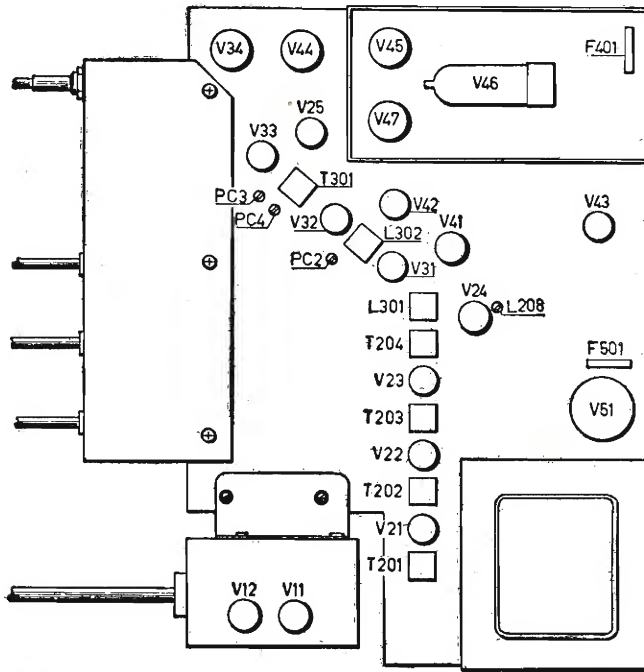

Fig. 10.12.
3) Collegare a massa il piedino n. 1 della valvola V44 (6SN7GTB) fig. 10.12.